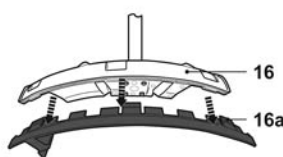

Fig. 5
- > În modul motocositoare pentru iarbă și tufișuri, detașați piesa de margine [16a] de la apărătoarea [16], desfiletând șurubul [16b] și apăsând pe cele trei clapete cu ajutorul sculei (Fig. 5).